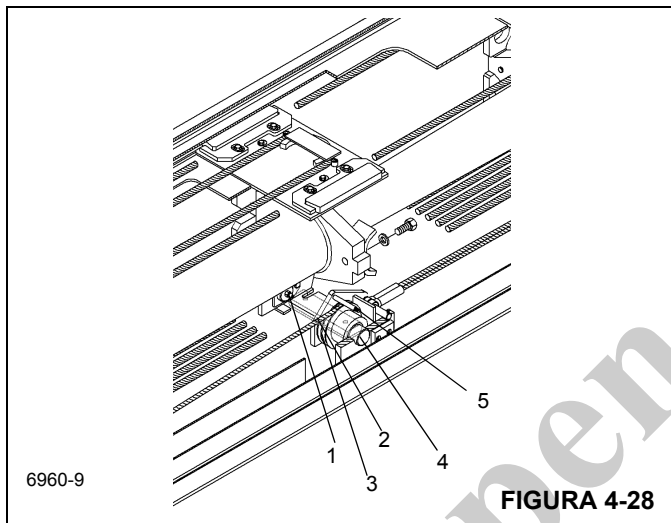

FIGURA 4-28
21. Instale a graxeira (1) nos dois conjuntos soldados do eixo. Posicione os cabos de retração (2) ao redor dos conjuntos de polias (3) (Figura 4-28). Instale a bucha espaçadora e o conjunto soldado do eixo através dos olhais de montagem na seção intermediária externa, no conjunto de polias e na bucha espaçadora (4). Prenda cada conjunto soldado do eixo com um parafuso. Aplique graxa nas conexões.
22. Posicione a bucha de retenção dos cabos (5) (Figura 4-28) na parte superior de cada conjunto de polias e fixe com um parafuso.